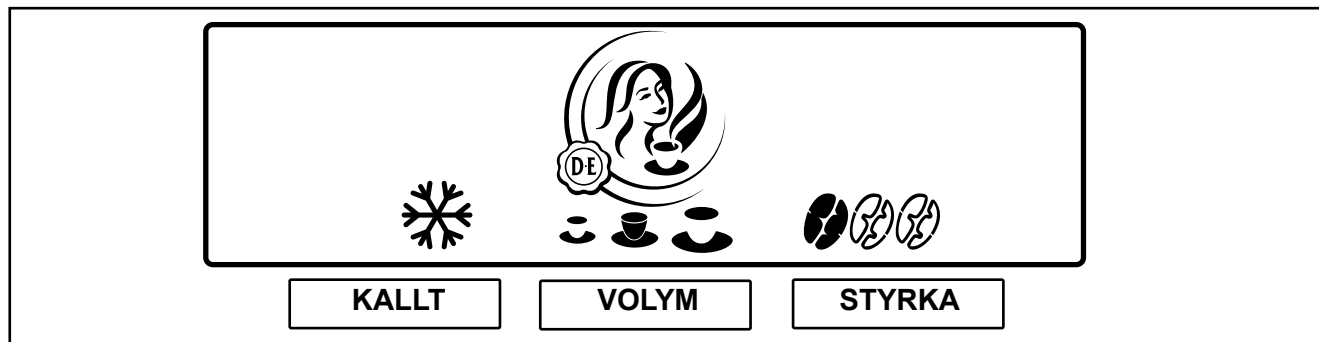

Bild 16
2. Tryck på förvalsknappen „**STYRKA**“ för att aktivera detta förval. Nu syns tre kaffebönor på displayen (bild 16).